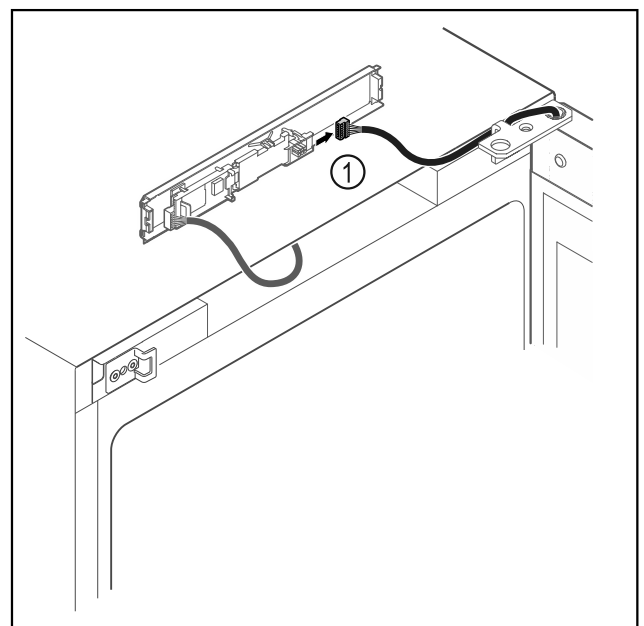

Fig. 14
- Stecker Fig. 14 (1) von Platine abstecken.